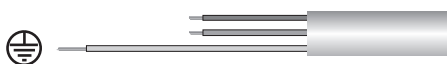

Fig. 1
1. Sollevare il pannello frontale, e rimuovere le viti di fissaggio (fig. 1). Togliere il coperchio della morsetteria.